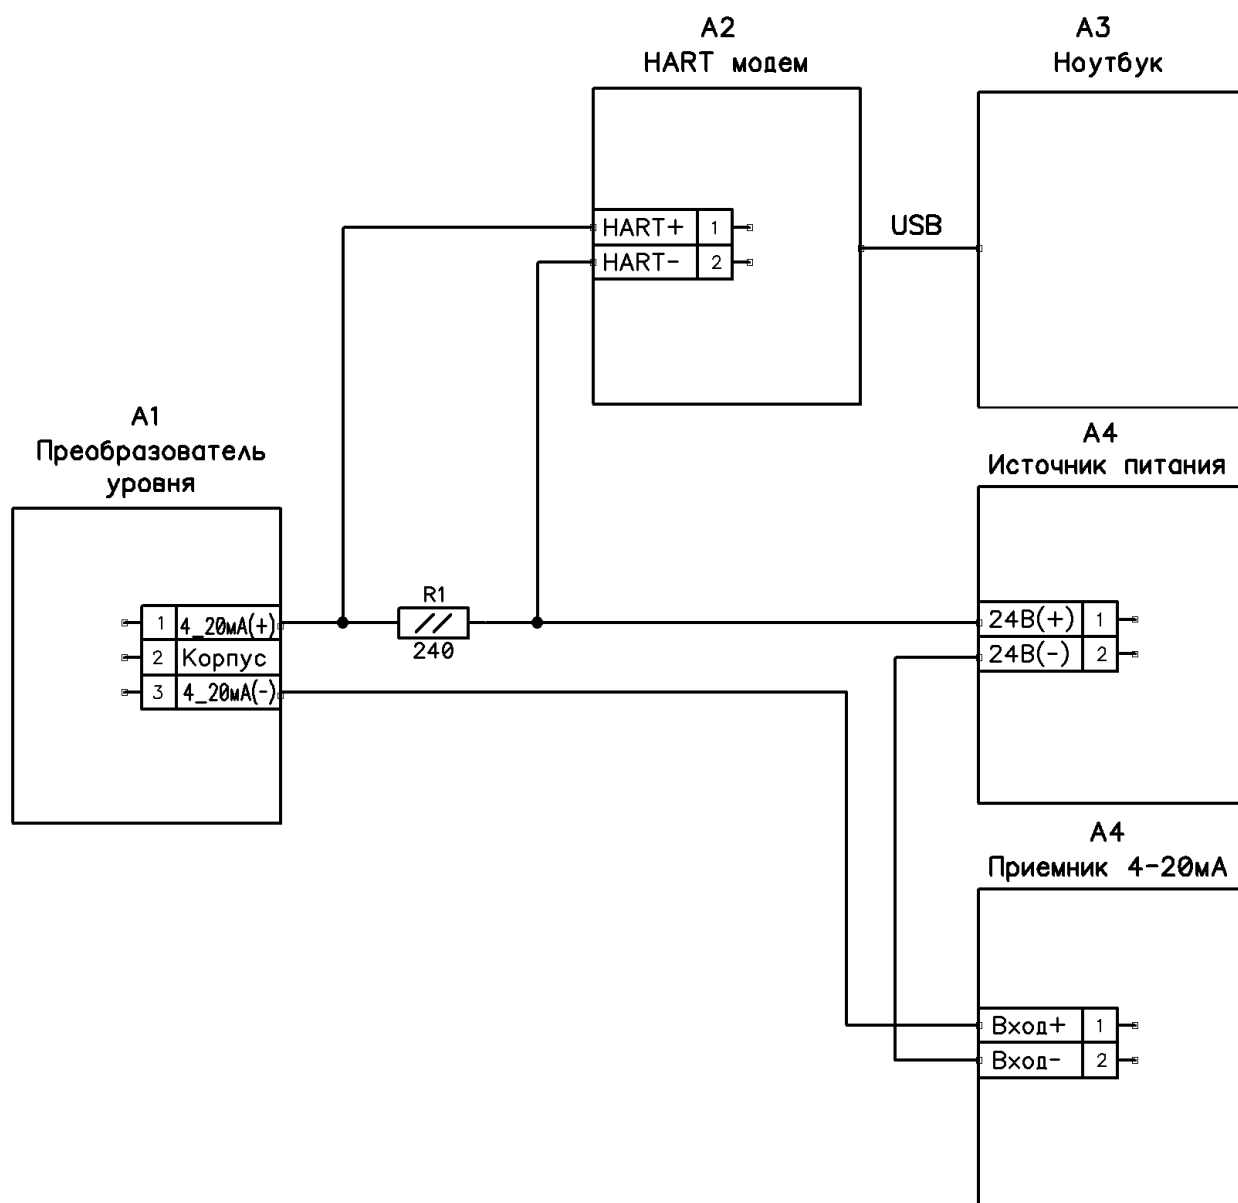

Рис.1 Схема подключение прибора
2.1 Подключите прибор с HART модемом в соответствии с рис. 1